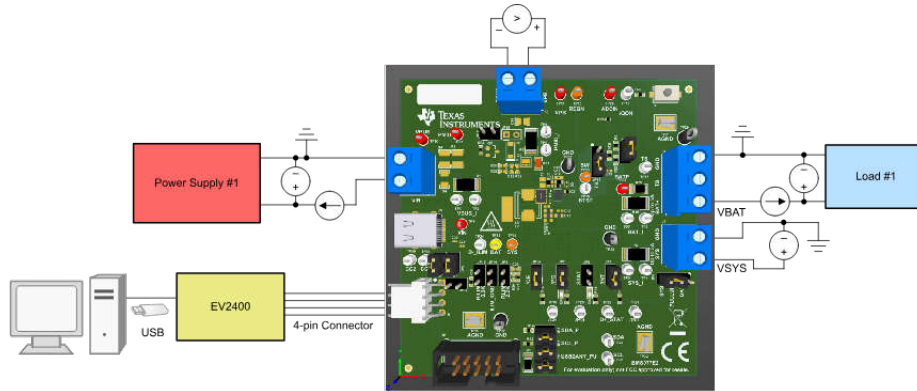

图 2-1. BQ25630 EVM 的测试设置
5. 打开负载 #1，设置为恒压模式并将输出设置为 2.5V。禁用负载。如 图 2-1 中所示，将负载与电流表 (万用表) 串联到 J4 (BAT 和 PGND) 接地侧，不使用具有电流测量功能的源表。
6. 在 TP13 (BAT) 和 TP27 (PGND) 之间或者在 J4-3 和 J4-1 之间连接一个电压表，如 图 2-1 中所示。
7. 在 TP14 (SYS) 和 TP27 (PGND) 之间或者在 J2-1 和 J2-2 之间连接一个电压表，如 图 2-1 中所示。
8. 在 TP12 (PMID) 和 TP29 (PGND) 之间或者在 J3-1 和 J3-2 之间连接一个电压表，如 图 2-1 中所示。
9. 使用 USB 电缆将 EV2400 USB 接口板连接到计算机，使用 4 引脚电缆从 I2C 端口连接到 J5，如 图 2-1 中所示。
10. 按表 2-2 中所示安装分流器。请注意，图 2-1 中的分流器不一定按照表格进行安装。